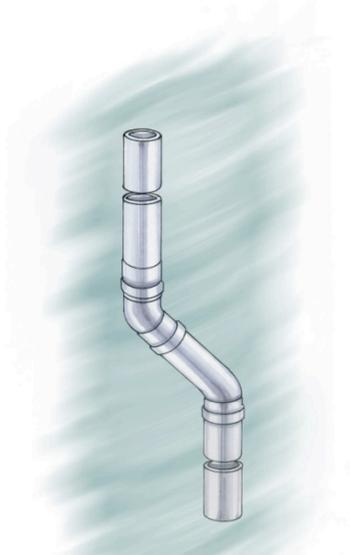

Fig. EV-15. Cambio de dirección en bajante
- En los edificios de más de 10 alturas se interrumpirá la verticalidad de la bajante mediante un cambio de dirección. De este modo se suaviza el impacto directo a pié de bajante desde gran altura (Fig. EV-15) (Código Técnico de la Edificación)